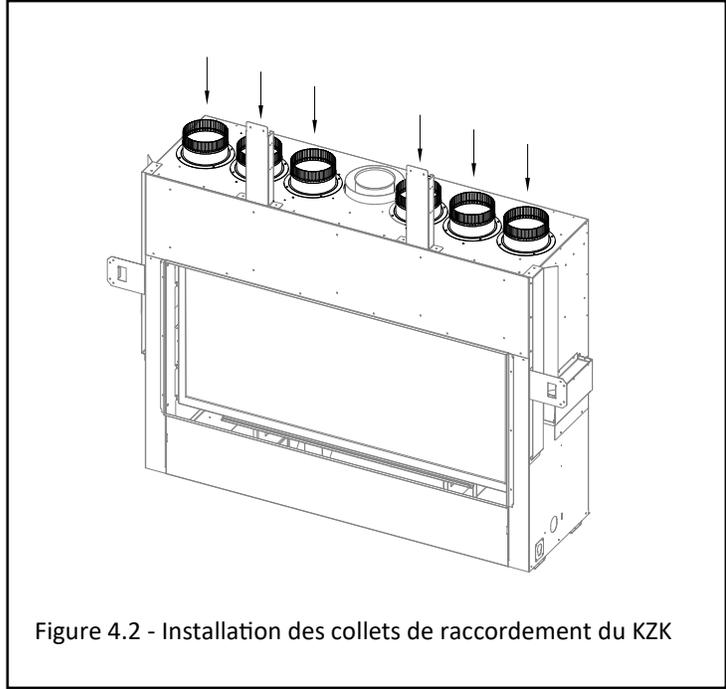

Figure 4.2 - Installation des collets de raccordement du KZK
- Les plaques-couvercles et les plaques de convection de l'appareil doivent être retirées pour installer le kit Komfort Zone, tel que montré aux Figures 4.1 et 4.3. Les collets de raccordement du kit KZK doivent être installés — Voir la Figure 4.2.
2. Installez les collets fournis avec le kit KZK-062, tel que montré à la Figure 4.2. Réutilisez les vis à métal de l'étape précédente.